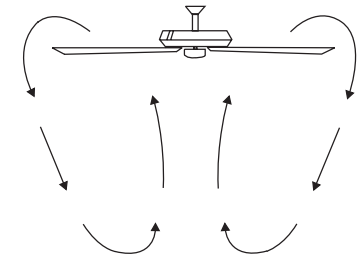

Figura 28
**Operación en clima frío:** Retroceso (en sentido de las agujas del reloj). Un flujo de aire ascendente mueve el aire caliente de las áreas del techo (Figura 28). Esto le permite configurar su unidad de calefacción en una configuración más fría sin afectar su comodidad general.